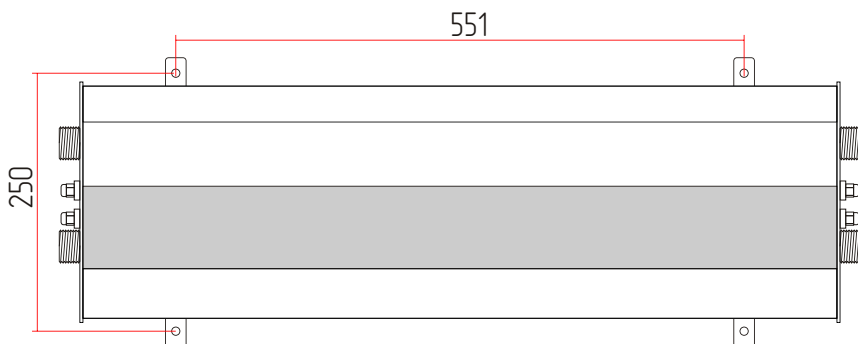

Рис.4
- ▶ При креплении к стене с помощью пластин (30) (31), придерживайтесь расстояний между отверстиями, приведенных на рис.4